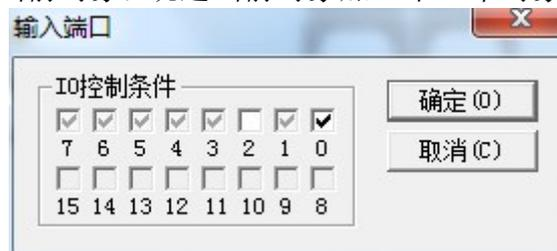

图 2-21 控制条件
**I0 控制条件：**表示当加工到当前对象时，系统先读输入口，比较当前输入口的电平高低是否与当前 I0 控制条件的电平高低一致。如果一致则加工当前对象，如果不一致则不加工当前对象，跳过当前对象加工下一个对象。如图 2-21 所示。